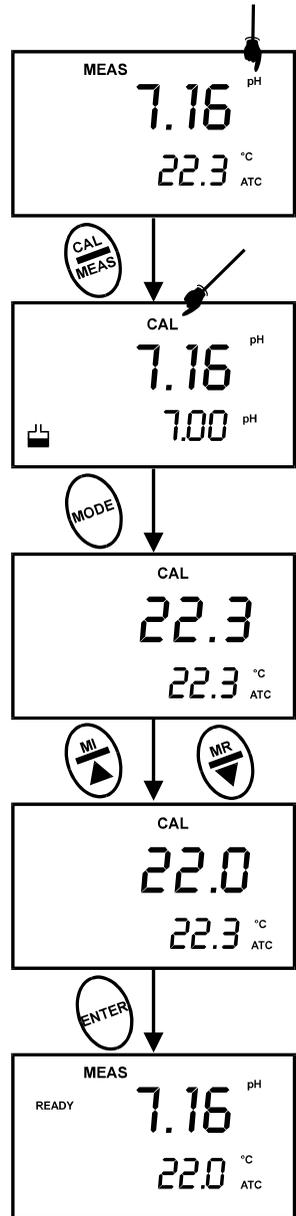

图 12 – 温度校正
7. 一旦您选择了正确的温度，请按 ENTER 键。仪器会自动返回到 pH 测量模式。参见图 12。